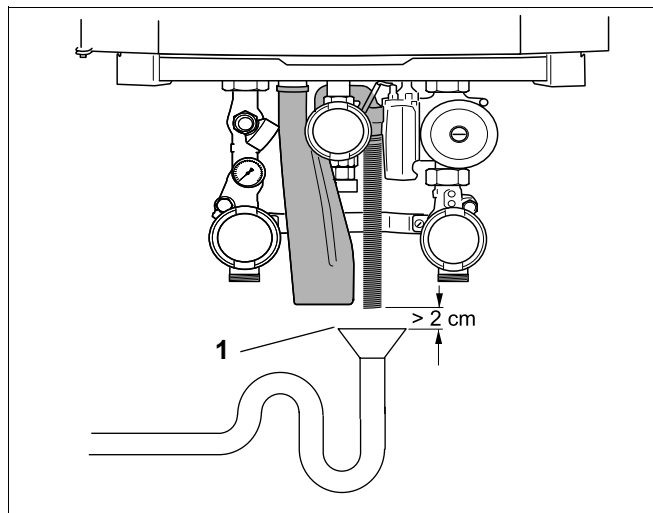

Рис. 13 Дренажная труба
- Конденсат должен свободно вытекать в воронку (или нейтрализатор). Кроме этого, необходимо избегать попадания конденсата обратно в отопительный котел. Дренажная труба подводится к сливной воронке с разрывом. Минимальное расстояние между воронкой и дренажной трубой составляет 2 см (рис. 13, поз. 1).